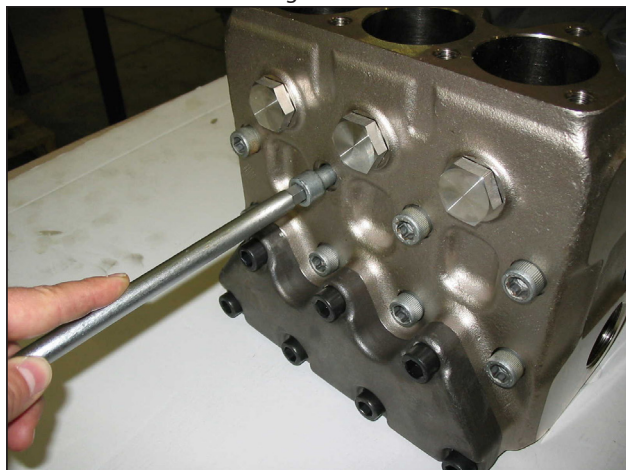

Fig. 25
- A) Solte os parafusos de fixação do cabeçote M12x220, conforme indicado na Fig. 25.